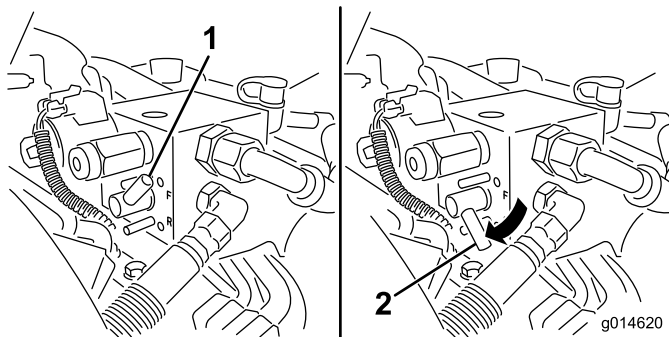

Figura 52
5. Gire la palanca de autoafilado a la posición de Marcha atrás (R) (Figura 52).